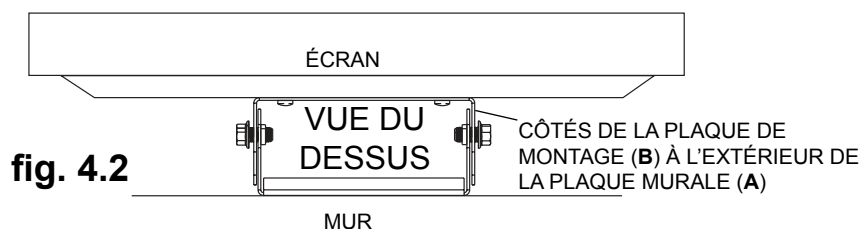

fig. 4.2
REMARQUE : Les deux côtés de la plaque de montage (B) doivent être à l'extérieur de la plaque murale (A), comme indiqué à la figure 4.2.